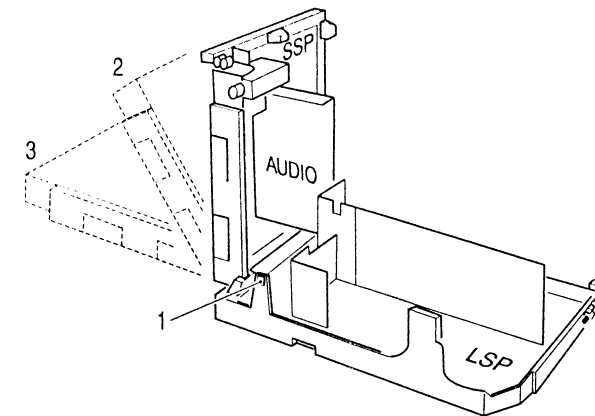

Abb. 4.1
Das Chassis anheben und nach hinten ziehen (siehe Abb. 4.1). Durch Lösen der Einrastung (1) zwischen der Kleinsignal-Platine (SSP) und der Großsignal-Platine (LSP) kann die Kleinsignal-Platine in einem Winkel von 45° (2) zur Großsignal-Platine gestellt werden. Hierzu muß die Kleinsignal-Platine leicht angehoben werden. Die Kleinsignal-Platine kann auch in einem Winkel von 90° zur Großsignal-Platine (3) gestellt werden. Auf diese Weise ist die Kleinsignal-Platine zugänglich und darüber hinaus können die Module ausgebaut werden (siehe Abb. 4.3).